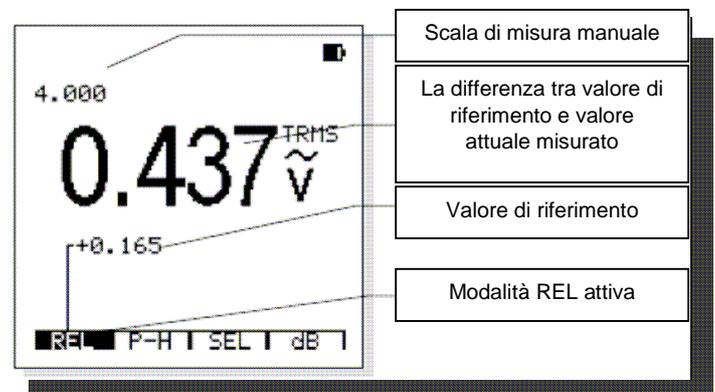

Fig.29
2. L'icona "**REL**" apparirà come bianco su nero e il valore di riferimento verrà visualizzato per indicare che la modalità è attiva. La modalità di funzionamento diventa Manuale (Fig. 29).